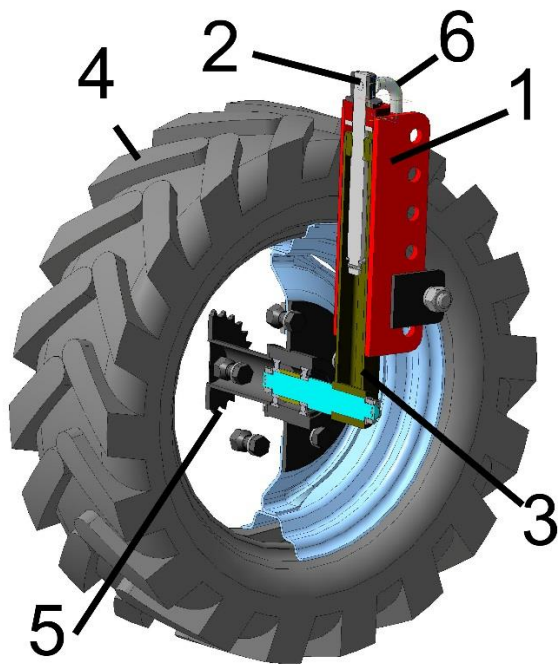

Рисунок 2 – Колесо приводное
3.3 Колесо приводное (рис.2) предназначено для придания вращения механизму установки дуг. Состоит из кронштейна крепления на раму 1, стойки 3 с винтом 2 для регулировки по высоте, шины с диском 4 и приводной звёздочки 5. Регулировка колеса осуществляется вращением рукоятки 6.